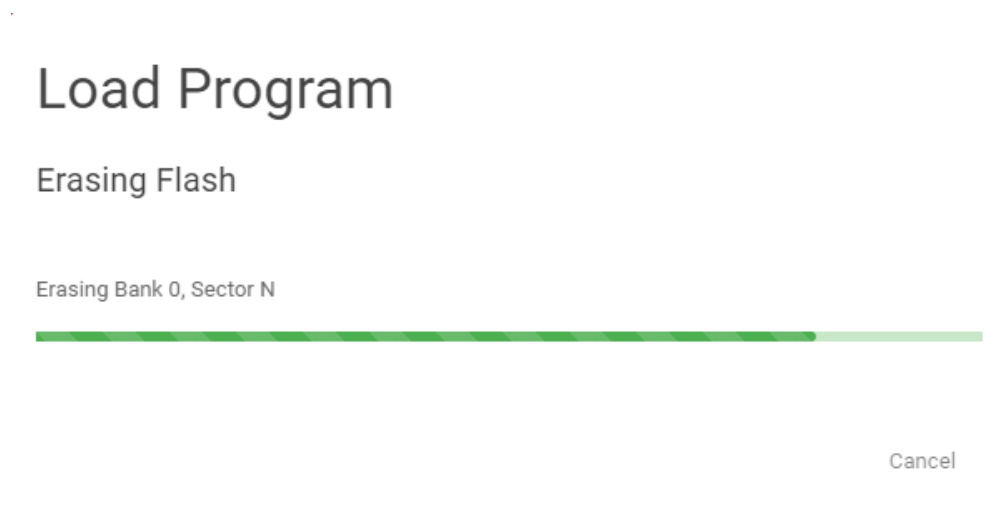

Рисунок 6 - Очистка флеш-памяти силового преобразователя
1.1.7 Запустить загрузки прошивки в микроконтроллер путем нажатия «Load Image». После этого начинается автоматическая очистка флеш-памяти силового преобразователя (рисунок 6).